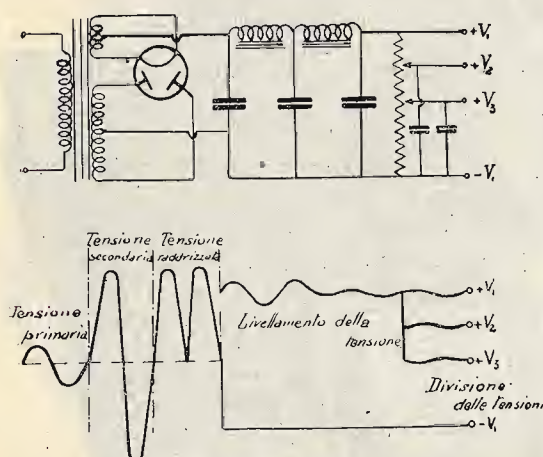
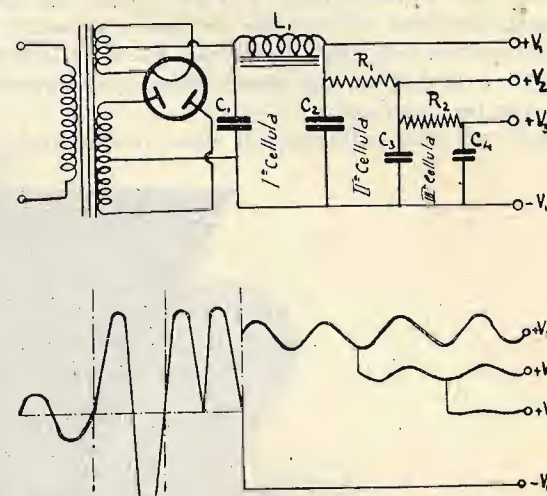
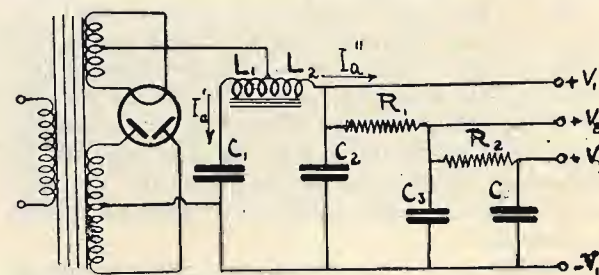

Fig. 10. — Schema elettrico e di funzionamento di un alimentatore anodico del tipo normale.
Fig. 11.
Fig. 12.
B) ALIMENTATORI ANODICI. - Nell'alimentazione integrale in alternata le tensioni anodiche delle valvole vengono fornite da un complesso raddrizzatore-livellatore, il cui sistema di funzionamento è illustrato in fig. 10.
Seguendo questo concetto F. B. Miessner ha indicato come più opportuno il sistema di alimentazione indicato in fig. 11. In questo sistema lo stadio di uscita è alimentato da tensione V_1 filtrata attraverso una sola cellula C_1 ; L_1 C_2 ; essa contiene dunque una componente V_a relativamente grande che però viene applicata ad uno stadio poco sensibile al ronzio; per contro si ottiene il non trascurabile vantaggio di aver piccole cadute nel filtro avendosi una sola impedenza in luogo delle due del sistema classico di fig. 10.
La fig. 12 rappresenta il filtro d'alimentazione di fig. 11, nel quale si è apportata la modifica di mettere una frazione dell'impedenza L_1 in derivazione sulla prima cellula. La componente alternata $I'a$ che devia attraverso L_1 C_1 induce nell'altra frazione di impedenza L_2 una f. e. m. tale da neutralizzare la componente $I'a$ che prenderebbe la via dell'alimentazione. Naturalmente perché ciò avvenga occorre che l'intensità e
La frequenza 100 periodi può invece venir presa dall'alimentatore anodico, alterando l'equilibrio delle cellule $C_1, L_1, C_2, C_2, R_1, C_3, C_3, R_2, C_4$ di fig. 11 e variando i valori delle capacità in modo da provocare un ronzio di fase ed intensità tali da neutralizzare quello esistente.